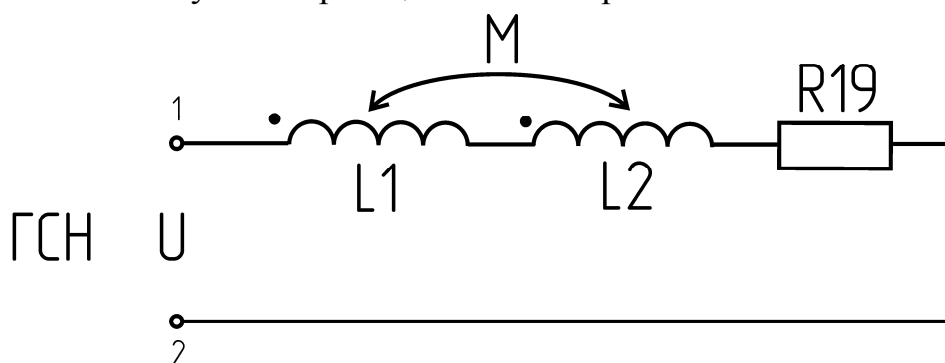

Рис.26
1. Для исследования цепи при условии последовательного согласного включения индуктивно связанных катушек собрать цепь по схеме рис.26.